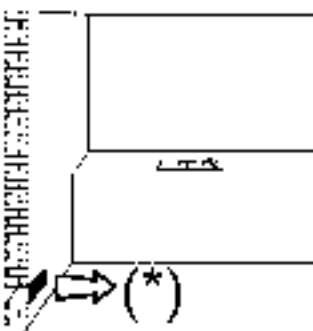
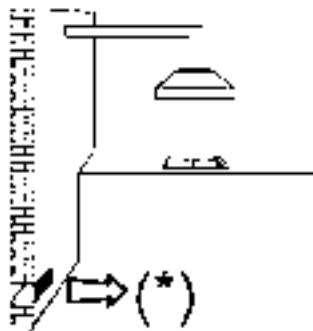
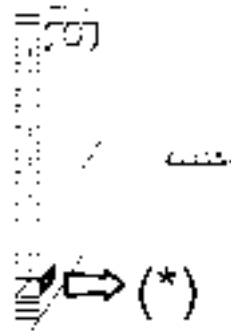

FIG. 3
FIG. 4
FIG. 5
- a utilização dum aparelho de cozinhar a gás przo calor e humidade no local onde está instalado, portanto, é necessário garantir uma boa ventilação do local, mantendo as aberturas da ventilação natural desobstruídas (fig. 3) e ativando o dispositivo de ventilação mecânico (ver fig. 4 e fig. 5).
Para que o aparelho funcione corretamente, é indispensável que o local de instalação seja permanentemente ventilado. A quantidade de ar necessária é a exigida pela combustão regular do gás e pela ventilação do local, cujo volume não poderá ser inferior a 20 m3. O ar deve entrar naturalmente por via direta através de aberturas permanentes, que atravessam a parede do local a ventilar, alcançando o lado exterior com uma seção mínima de 100 cm2 (veja fig. 3).
Os aparelhos para cozinhar a gás devem sempre libertar os produtos da combustão por meio de exaustão ligada a chaminés ou diretamente ao exterior (veja fig. 4). Caso não exista a possibilidade de aplicação de exaustão, admite-se o uso de um ventilador elétrico instalado na janela ou numa parede que dê para o exterior, o qual deverá funcionar junto com o aparelho (veja fig. 5), desde que a Norma NP-1037 em matéria de ventilação seja respeitadas.